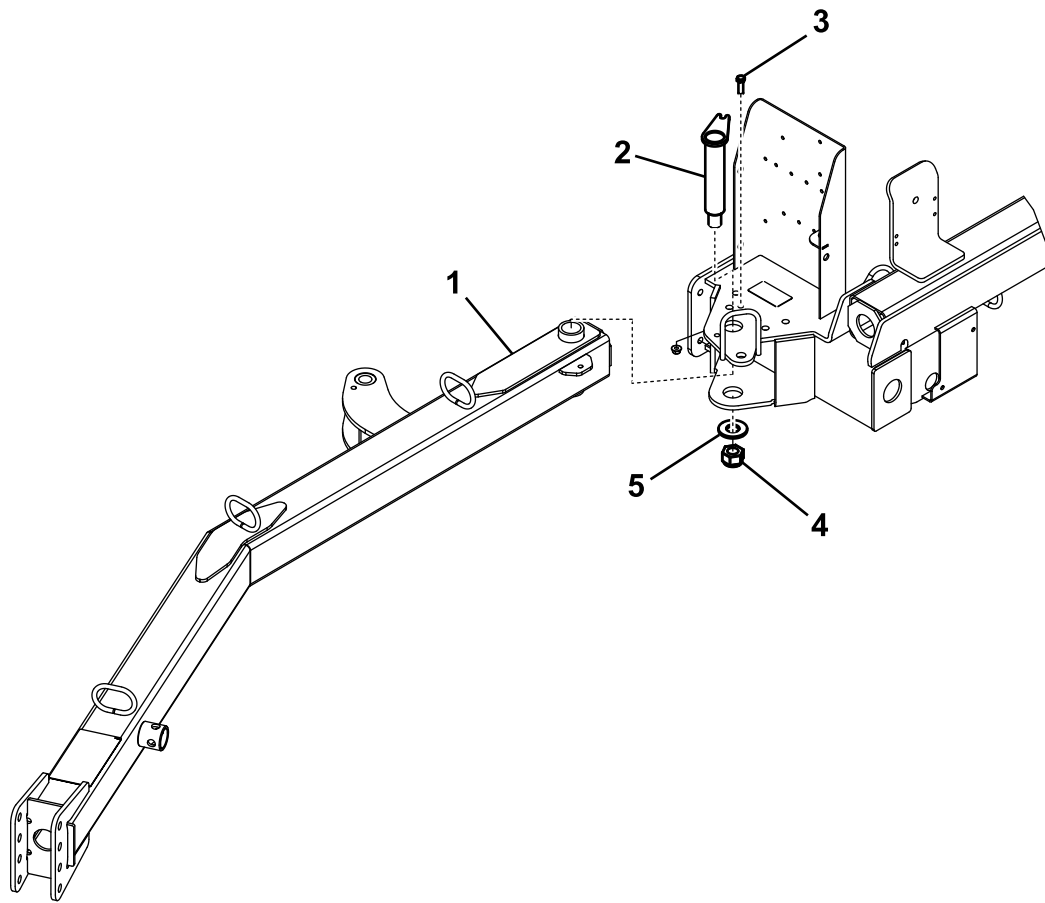

Figura 3
1. Introduzca el extremo trasero del enganche entre las placas de montaje de la barredora, alineando los taladros de montaje (Figura 3).
2. Introduzca el pasador de enganche por las chapas de montaje y el enganche (Figura 3).
3. Sujete la parte superior del pasador del enganche a la placa de montaje con un tornillo de caperuza de 3/8 x 1-1/4 pulgada y una contratuerca de 3/8 pulgada (Figura 3).
4. Sujete la parte inferior del pasador de enganche con una arandela grande, una tuerca grande y un tornillo de fijación de cabeza cuadrada (Figura 3).